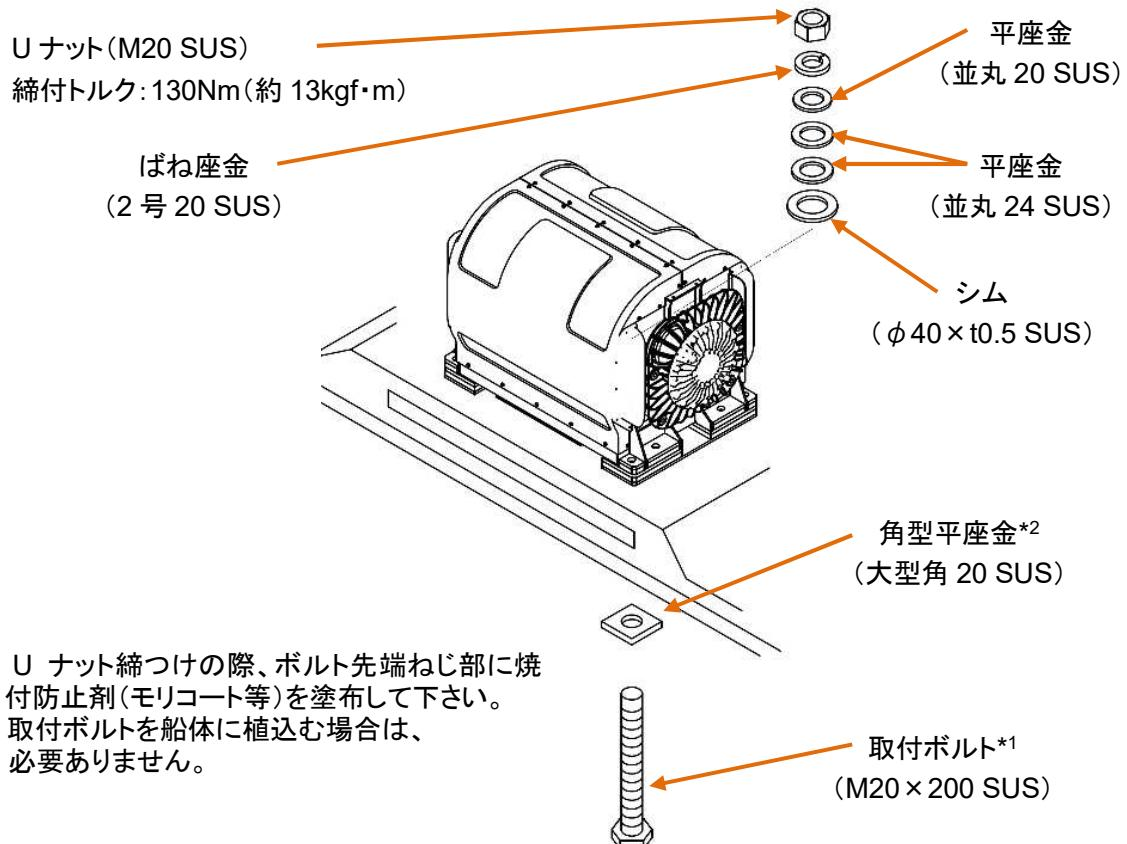

図 4-5 ARG 本体の取付
⑩図 4-5 に示すように残りの部品を取り付けて下さい。取付ボルトに焼付防止剤（モリコート等）を塗布して下さい。また、ナットで 8 本のボルトを締付トルク 130N·m（約 13kgf·m）で対角線上に対向する順番に徐々に締め付けを実施して下さい。（図 4-6 を参照して下さい。）